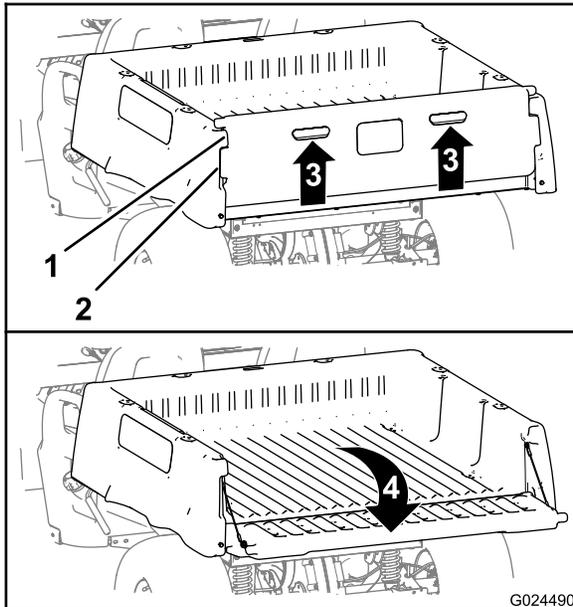

Bild 18
2. Heben Sie den Fingerzug an, der die Rückplatte an der Heckklappe zurückzieht (Bild 18).
3. Fluchten Sie die Riegelflansche an der Heckklappe mit den Öffnungen zwischen den Heckklappenflanschen an der Staubox aus (Bild 18).
4. Drehen Sie die Heckklappe nach hinten und unten (Bild 18).
6. Drehen Sie die Heckklappe nach oben und vorne, bis die Riegelflansche an der Heckklappe mit den Heckklappenvertiefungen an der Staubox bündig sind (Bild 18).
7. Senken Sie die Heckklappe ab, bis sie im Heck der Staubox sitzt (Bild 18).